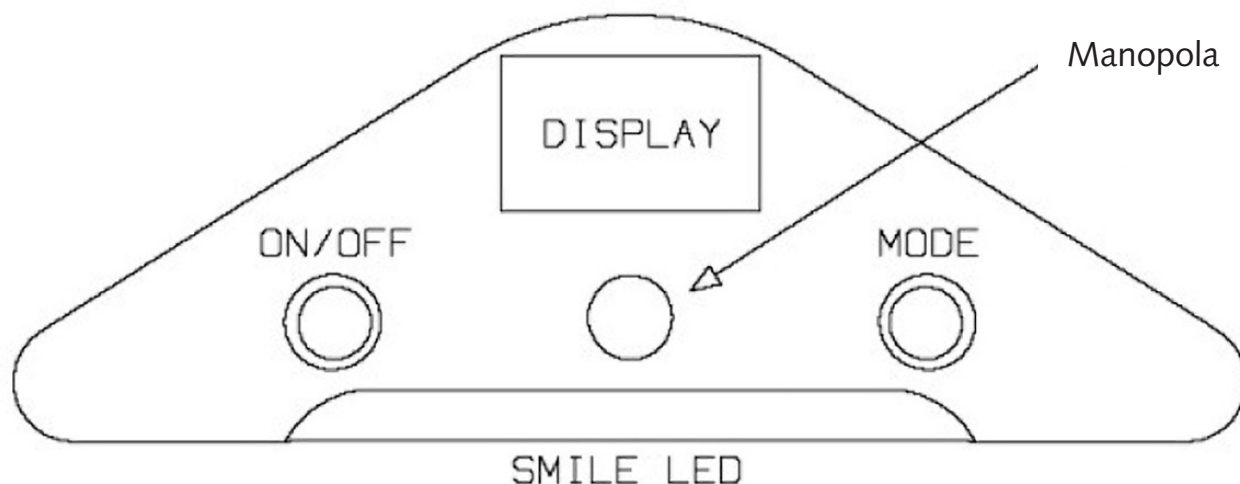

Fig. 6
7.1 Descrizione dell'elemento di comando (fig. 6)